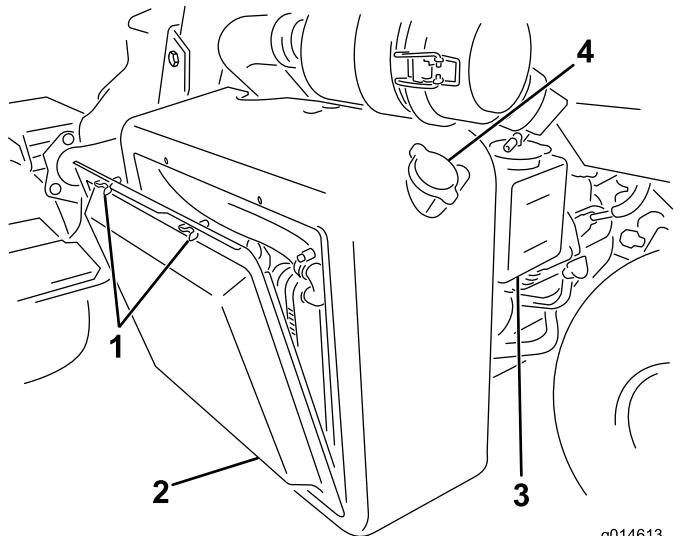
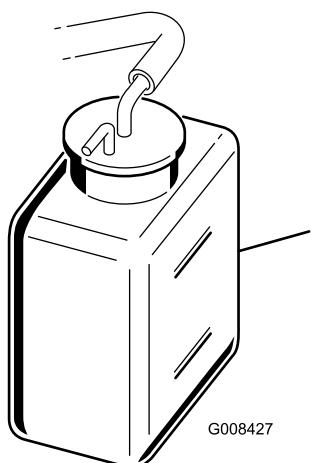

Рисунок 41
Рисунок 42
- Снимите решетку радиатора (Рисунок 41).
- Проверьте уровень охлаждающей жидкости (Рисунок 41 и Рисунок 42).